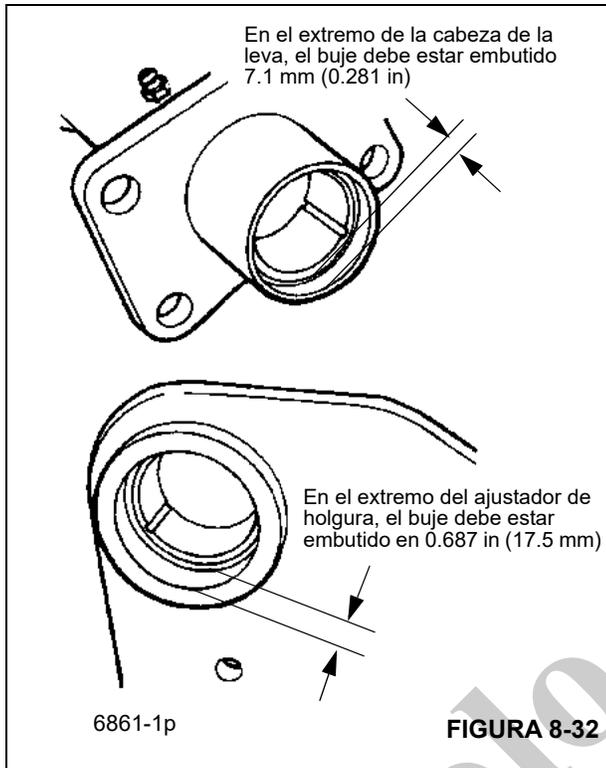

FIGURA 8-32
4. Instale los nuevos bujes en la escuadra de la cámara de aire con un destornillador guiado. Ambos bujes son no metálicos y están etiquetados en un extremo. Instálelos con los extremos etiquetados orientados uno hacia el otro. El extremo de la cabeza de la leva está embutido en 7.1 mm (0.281 in) y el extremo del ajustador de holgura está embutido en 17.5 mm (0.688 in) de los extremos del tubo (Figura 8-32).